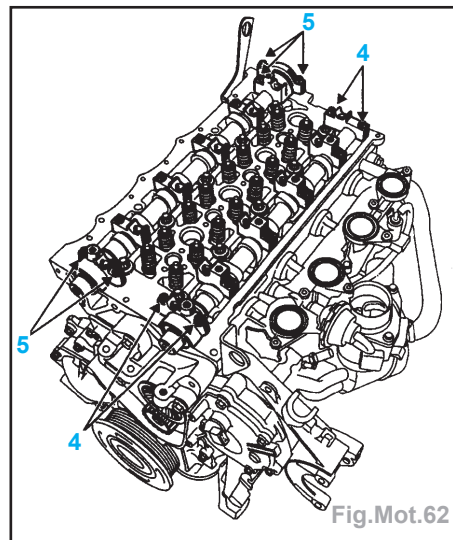
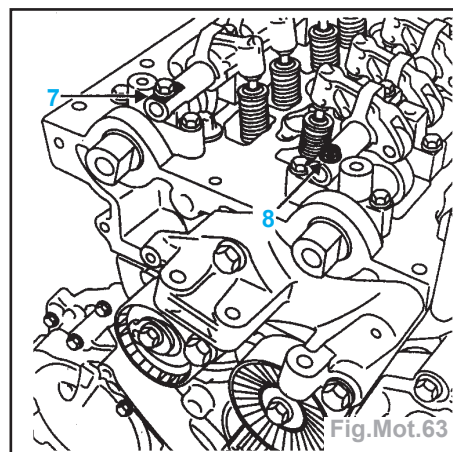

Fig.Mot.62
Fig.Mot.63
- Reposer les chapeaux paliers des ACT (en respectant les repères effectués précédemment) en serrant au couple de 1,2 daN.m uniquement (Fig.Mot.62) :
- les vis (4) des paliers 1 et 6 de l'ACT d'admission,
- les vis (5) des paliers 1 et 6 de l'ACT d'échappement,
- Reposer les rampes de culbuteurs en les positionnant de la façon suivante (Fig.Mot.63) :